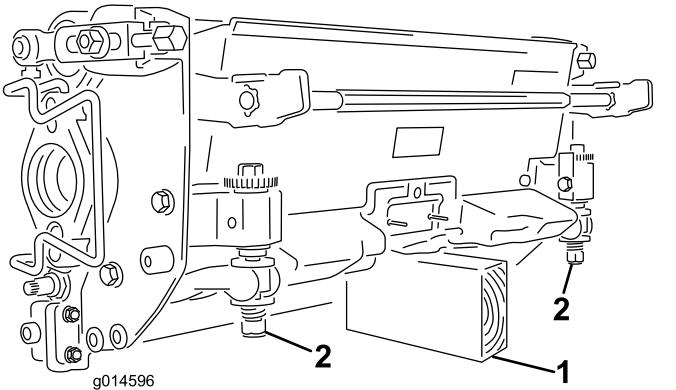

Bild 45
**Wichtig:** Wenn Sie die Schneideeinheit kippen müssen, stützen Sie das Heck der Schneideeinheit ab, um sicherzustellen, dass die Muttern an den Einstellschrauben des Untermesserträgers nicht auf der Arbeitsfläche aufliegen (Bild 45).